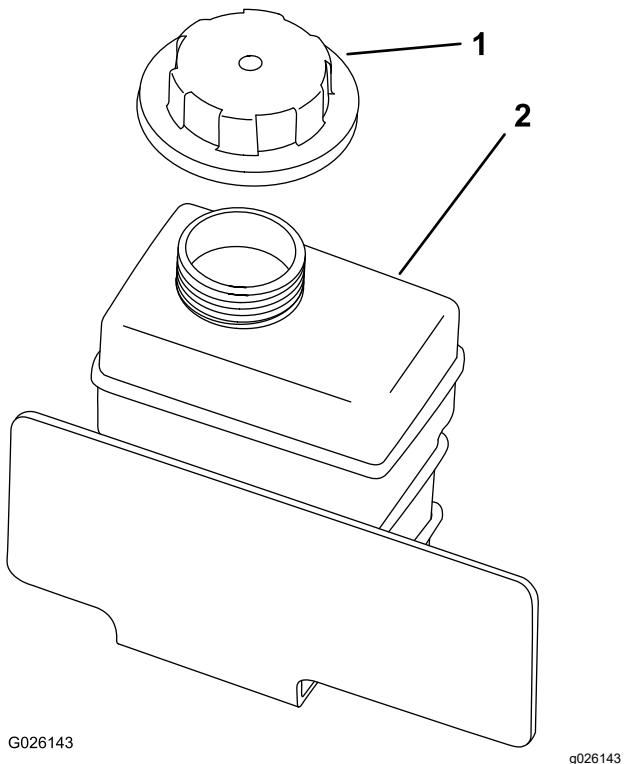

Figure 51
4. Contrôlez le niveau de liquide de refroidissement dans le vase d'expansion (Figure 51).